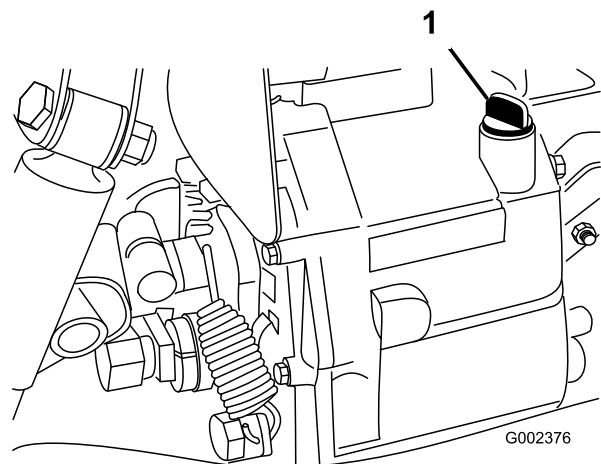

図 20
2. ディップスティック取り付け部の周辺をきれいにぬぐう(図 20)。